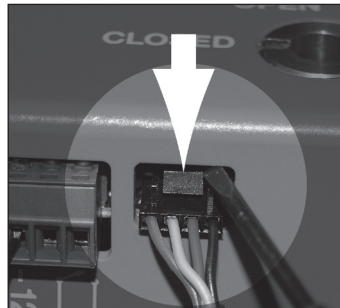

Figure 5
**Remarque :** Il n'est pas nécessaire de retirer le couvercle de l'unité de contrôle pour installer les câbles d'interconnexion. Pour retirer le câble d'interconnexion, utiliser le tournevis de poche fourni pour appuyer sur la languette du câble tout en tirant ce dernier de sa prise. **Figure 5**